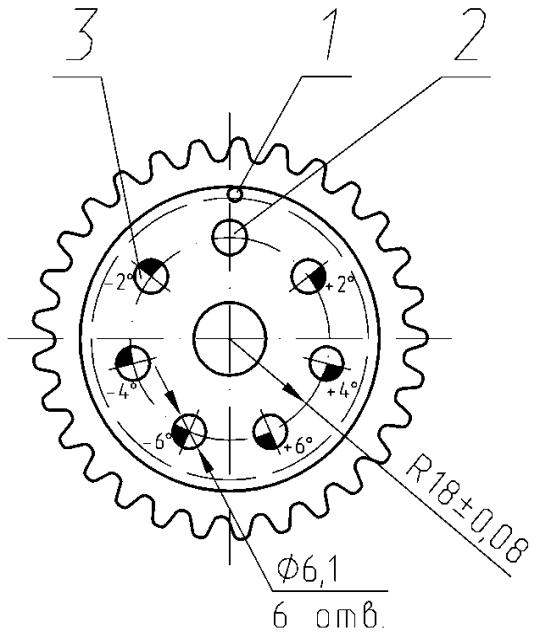

Рисунок 62. Звездочка распределительного вала с дополнительными отверстиями:
5. По установленному на звездочку распределительного вала кондуктору в каждой звездочке просверлить шесть дополнительных отверстий 3 (рис.62) $\varnothing 6,1$ мм со следующими угловыми смещениями от номинального положения заводского отверстия 2: